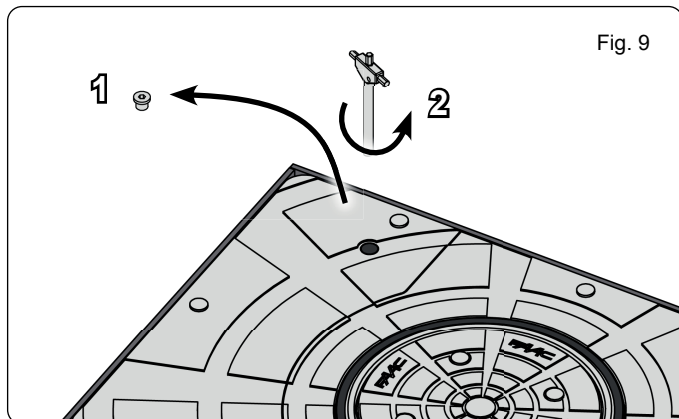

Fig. 9
1. Desaparafusar o parafuso de fechamento que encontra-se na parte superior do dissuasor (Fig. 9, referência 1).
3. Girar em sentido anti-horário para provocar o abaixamento do dissuasor (Fig. 9, referência 2).